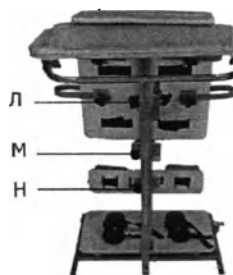
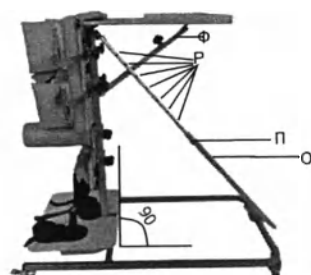

Рис. 5
Рис. 6
1) Регулировка положения поворотного ложа (рис.5, 6)
Регулировка положения ложа по высоте осуществляется путем перемещения кронштейна-крепления (Л) вверх-вниз по опорной стойке (2, рис.2) и фиксируется винтом-барашком (рис.5). Изменение угла наклона поворотного ложа осуществляется за счет телескопической направляющей (О) со стопорным механизмом (П). Для закрепления поворотного ложа в необходимом положении под углом в диапазоне от 90 до 45 градусов - необходимо ослабить (потянуть на себя) стопорный механизм, придать ложу необходимый угол наклона и закрепить (закрутить) стопорный механизм в одном из регулировочных отверстий (Р) (рис.6)